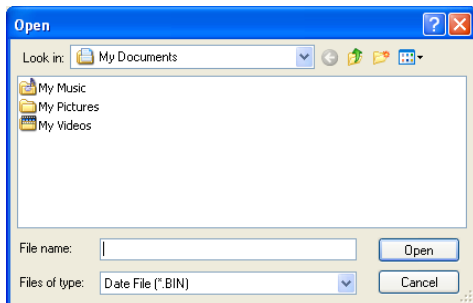

Figura 5-1-1
Per l'avvio del presente software e l'importazione dei dati cliccare su "Importazione dei dati del Caso" nel menu "File", quindi apparirà la seguente Figura 5-1-1:
1. Cliccare su “Importa Caso” nel menu “File”, poi l’interfaccia delle informazioni del caso apparirà come in Figura 5-1-1, in modo da aiutare i medici a importare dati di un altro paziente quando si osserva la forma d’onda di un paziente.